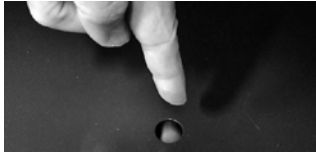

Abb.8: Bodenblech/Bodenauslage mit runden Ausnehmung
- Regalauslagen (inkl. Preisauszeichnungsschiene), Bodenbleche/Bodenauslagen anheben und herausnehmen. Vor Wiedereinbau reinigen. Bodenbleche/Bodenauslagen nur mit Hilfe der runden Ausnehmung (siehe → Abb. 8) herausheben und wiedereinbauen.
- Gereinigte Bodenbleche/Bodenauslagen mit Hilfe der runden Ausnehmung (siehe →Abb.8) einlegen.